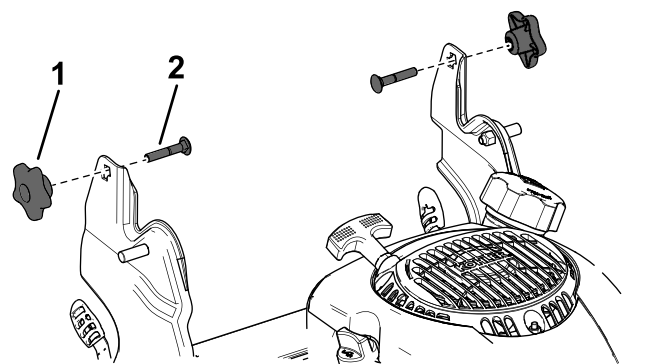

Figure 20
3. Montez, sans les serrer, les boutons et les boulons de carrosserie sur les supports du guidon (Figure 20).